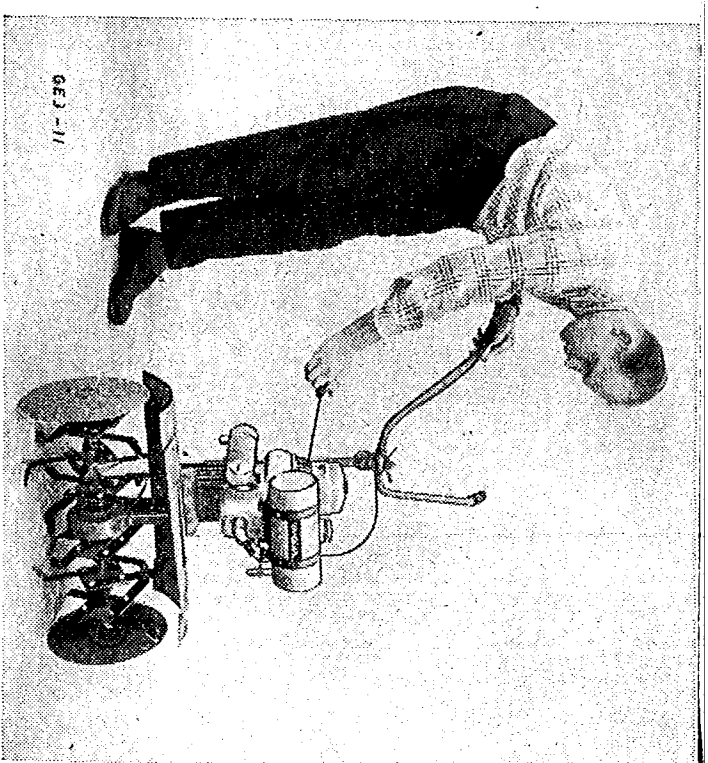

Bild 1. Starten der Motorhacke E 3
**Starten** (siehe Bild 1): Linke Hand am Holm, rechte Hand am Startergriff, Gummigriff des Reversierstarters ziehen, bis leichter Widerstand spürbar. Dann Motor durch kräftiges, waagerechtes Durchziehen des Starterseiles starten. Dabei blaue Farbmarkierung am Ende des Starterseiles höchstens 20 cm aus dem Startergehäuse ziehen. Nach dem Starten Gummigriff von Hand zurückführen, nicht zurückschnellen lassen. Gashebel schließen, daß Motor im Leerlauf weiterläuft. Starterklappe öffnen. Zündst. der Motor trotz mehrerer Startversuche nicht, so ist der Kraftstoffhahn zu schließen, Gashebel auf Vollgas stellen, Entlüfterhahn am Kurbelgehäuse öffnen und den Motor einige Male evtl. bei herausgeschraubter Zündkerze durchdrehen. Erneut starten.